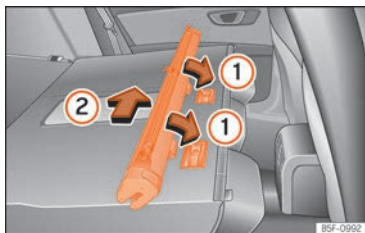

Abb. 159 Einbau der Netztrennwand an den Rücksitzlehnen
- Ordnen Sie die Schale des Netzes in der Unterseite der Stützschielen in Pfeilrichtung an »» **Abb. 159** ①.
- Drücken Sie die Schale nach links vom Fahrzeug in Pfeilrichtung »» **Abb. 159** ② und bis zum Anschlag.
- Ziehen Sie am Gehäuse des Netzes ca. 5 cm gegen die Pfeilrichtung »» **Abb. 159** ②.
- Nehmen Sie den Einsatz der Netztrennwand aus den Halteschielen, indem Sie entgegen der Pfeilrichtung »» **Abb. 159** ① ziehen.